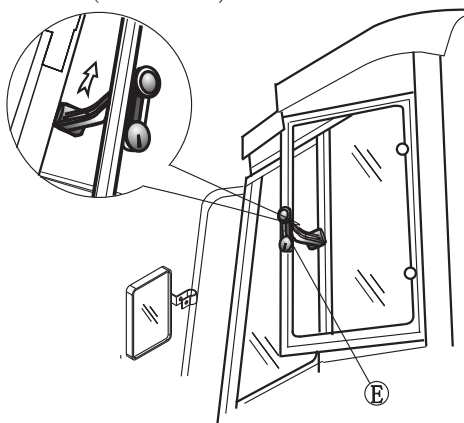

图4-19 驾驶室侧窗
要开侧窗，可将手柄 ⑤ 向上提，并向外推，让手柄置于对应的锁定位置，侧窗即可保持一定的开度(见图4-19)。